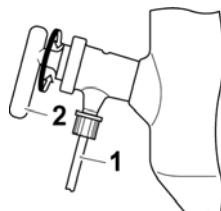

Figure 4-23 : Tube d'introduction
Le système peut être ventilé avec le boisseau (Figure 4-23 (2)) du robinet d'introduction :
- Tourner lentement le boisseau (Figure 4-23 (2)) du robinet d'introduction vers le haut.